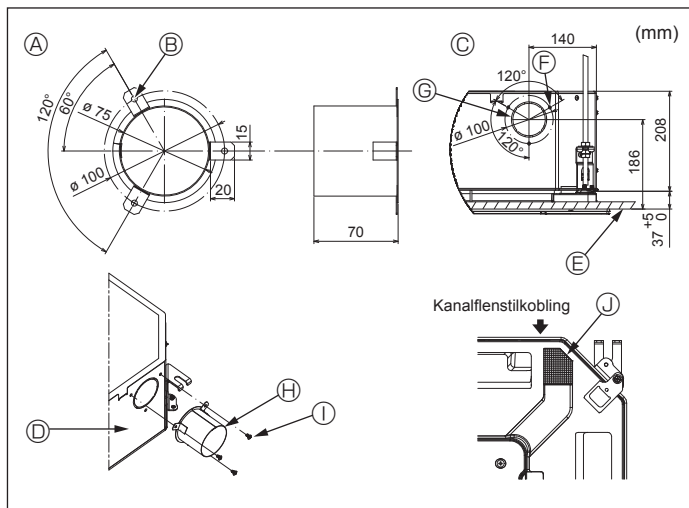

Fig. 2-3
2.3. Installasjon av kanal (ved friskluftsinntak) (Fig. 2-3)